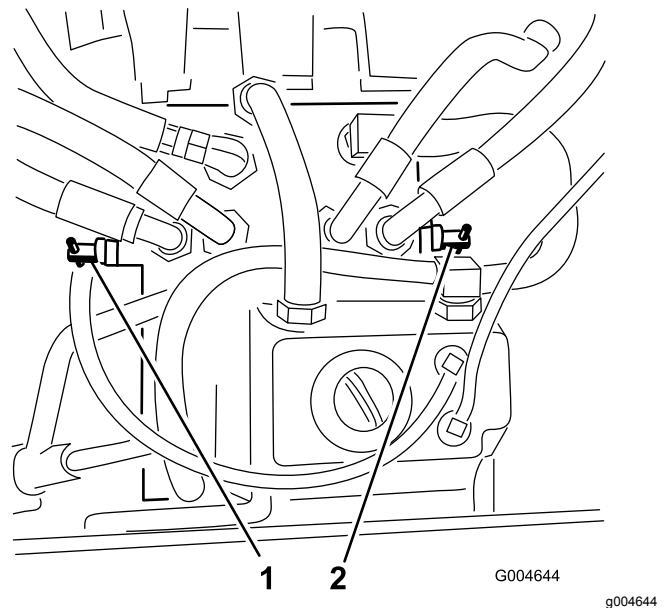

Figura 57
3. Rode cada válvula de derivação no sentido contrário aos ponteiros do relógio 1 volta (Figura 57).